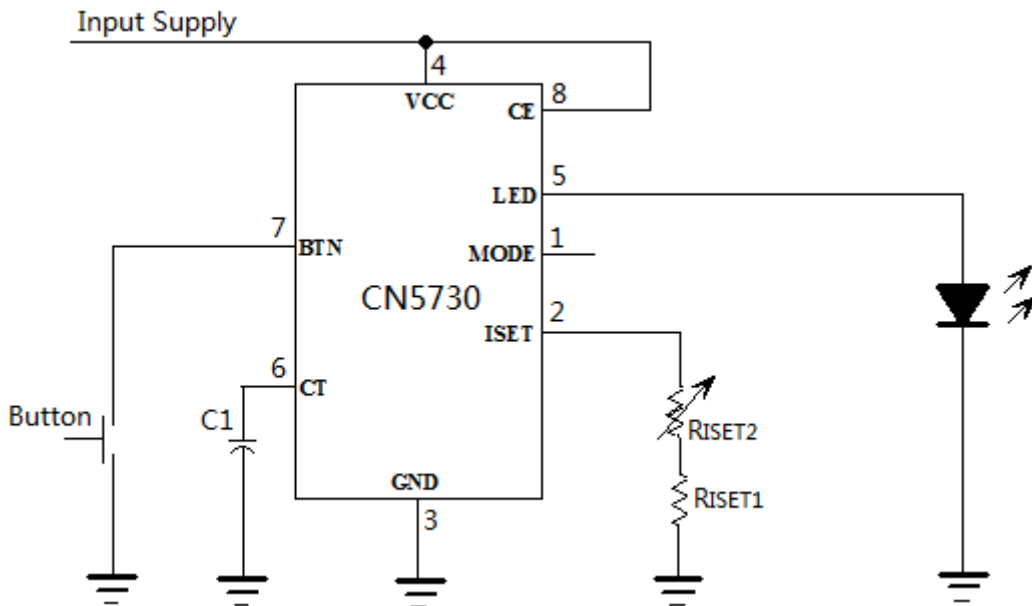

图7 用可变电阻调整发光二极管的亮度
3. 用可变电阻调整发光二极管的亮度，如图7所示
用一个可变电阻可以连续调整发光二极管的亮度，如图7所示。 $R_{ISET1}$  设置了流经LED管脚的最大电流， $R_{ISET2}$ 为可变电阻，改变 $R_{ISET2}$ 的电阻值就可以连续改变发光二极管的亮度。